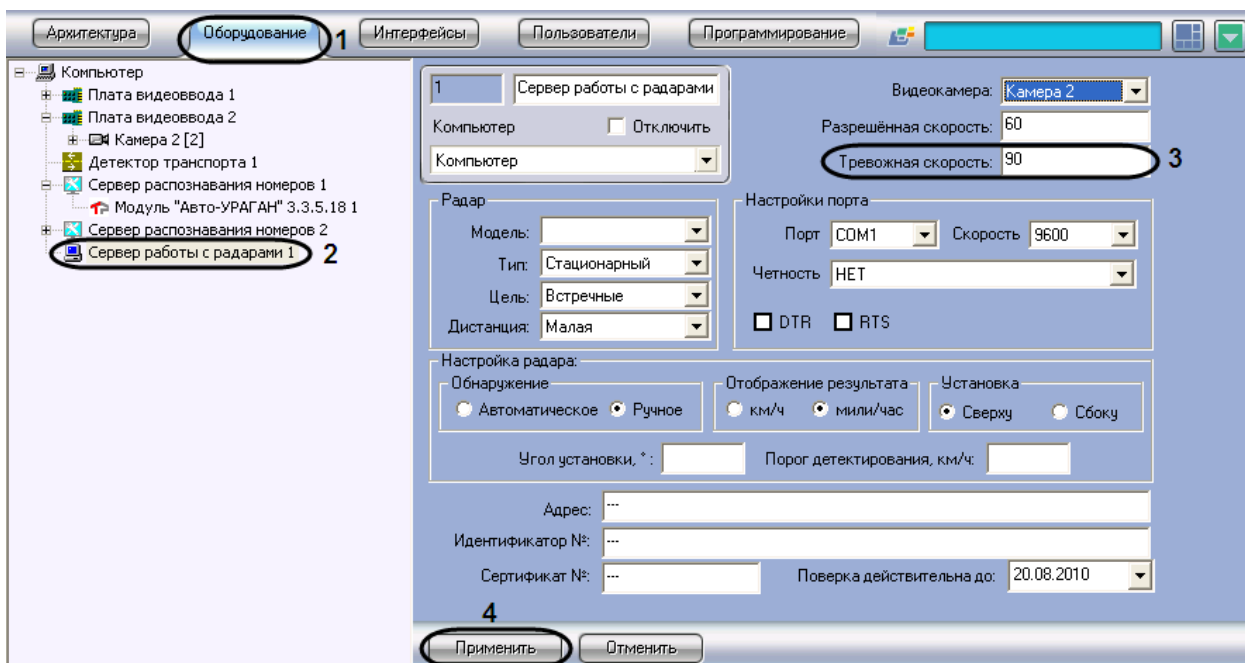

Рис. 7.3—3. Указание допустимой скорости движения транспортных средств
2. В дереве объектов на вкладке «Оборудование» выбрать объект «Сервер работы с радарными», соответствующий настраиваемому программному модулю «Радар» (см. Рис. 7.3—3, 2). В правой части вкладки «Оборудование» отобразится панель настройки выбранного объекта.
3. В поле «Тревожная скорость» ввести максимально допустимую скорость движения транспортных средств (см. Рис. 7.3—3, 3). Параметр выражается в км/ч.
4. Нажать кнопку «Применить» (см. Рис. 7.3—3, 4).